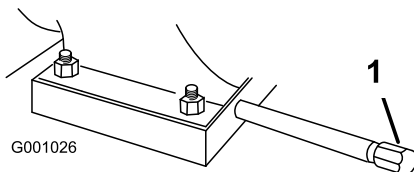

Figure 51
1. Nettoyez la surface autour du bouchon de vidange d'huile (Figure 51).